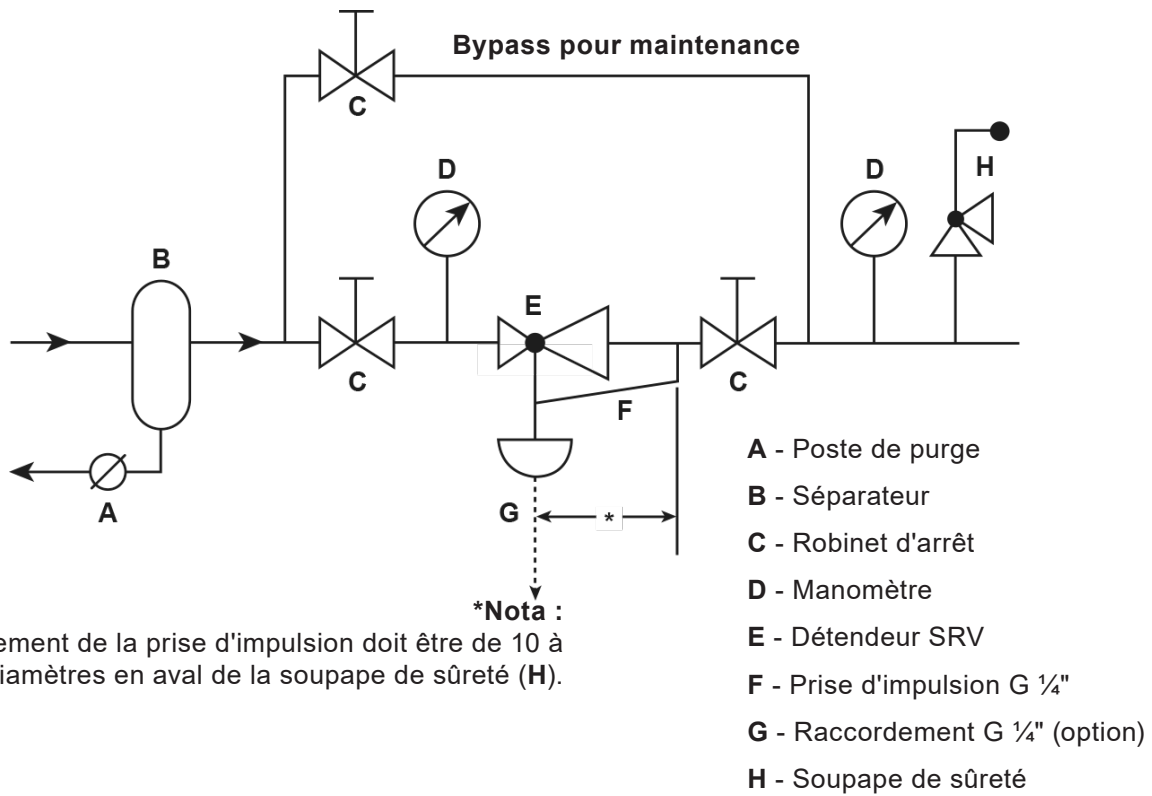

Fig. 4
5.2 Inspection/remplacement de la membrane et du joint torique (voir Fig. 4 et Fig. 5)